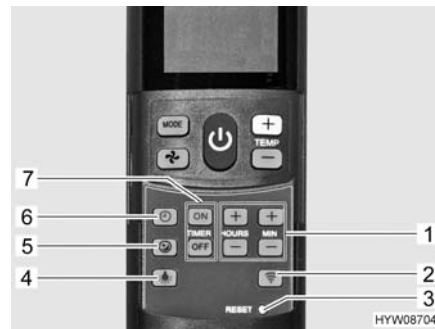

Fig. 103 Telecomando con tasti di impostazione
- Premere il tasto funzionamento silenzioso (Fig. 103,5). Durante il raffreddamento la ventola funzionerà ad un numero di giri inferiore, pertanto risulterà meno rumorosa.
- Premere il tasto ora (Fig. 103,6).
- Impostare le ore e i minuti con i tasti (Fig. 103,1).
- Premere il tasto "ON" (Fig. 103,7).
- Premere i tasti per l'impostazione degli orari (Fig. 103,1) fino a che non è stato raggiunto l'intervallo orario desiderato per l'accensione.
- Premere il tasto "OFF" (Fig. 103,7).
- Premere i tasti per l'impostazione degli orari (Fig. 103,1) fino a che non è stato raggiunto l'intervallo orario desiderato per lo spegnimento.
- Premere di nuovo il tasto "ON" o il tasto "OFF" (Fig. 103,7).
- Premere il tasto luce (Fig. 103,4). La luce viene accesa all'ultimo livello di regolazione impostato.
- Premere e tenere premuto il tasto luce (Fig. 103,4), finché non si raggiunge la luminosità desiderata.
- Premere il tasto luce (Fig. 103,4).